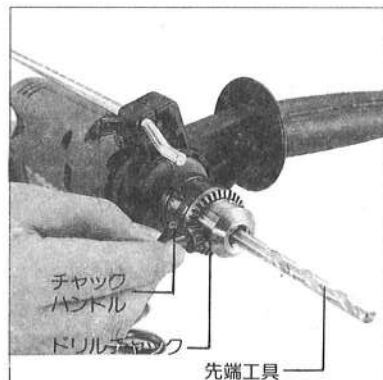

図4
- チャックハンドルは右に回すと締まり、左に回すとゆるみます。(図4参照)